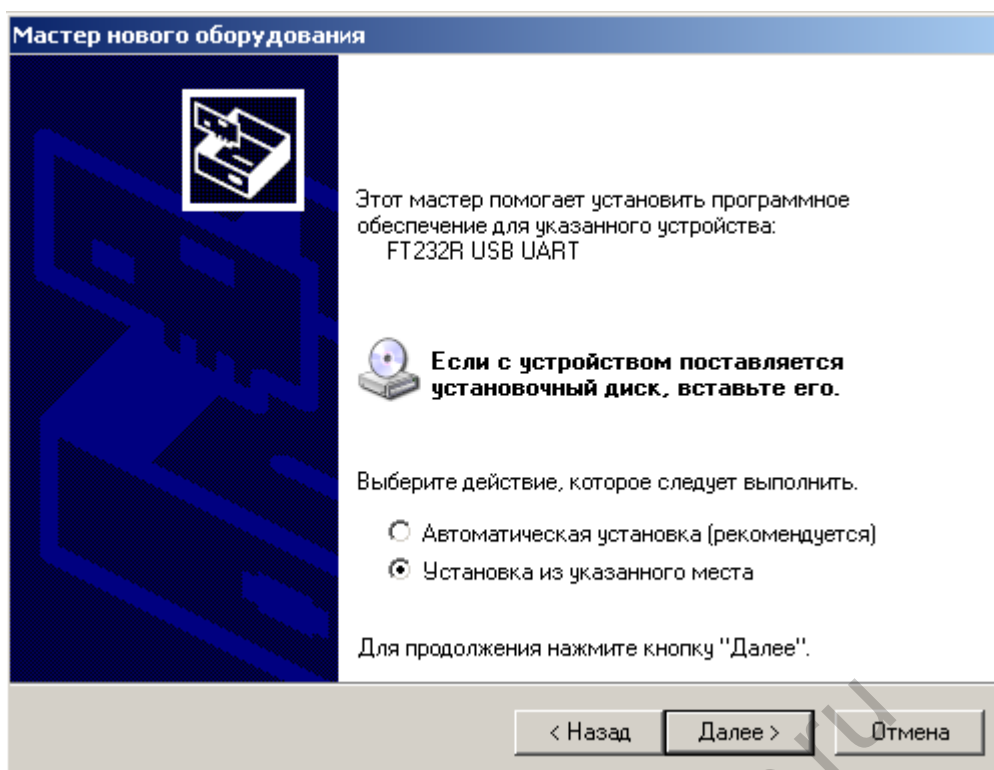

Рисунок 3.2 – Выбор типа установки
2. Далее необходимо выбрать установку из указанного места (см. рисунок 3.2).